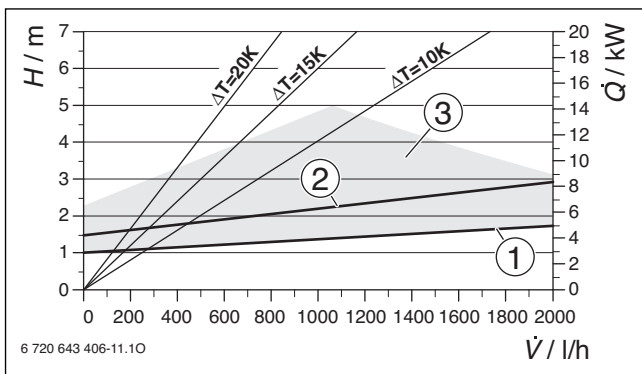

Bild 209 Pumpenkennlinien
**Legende zu Bild 209 und 210:**